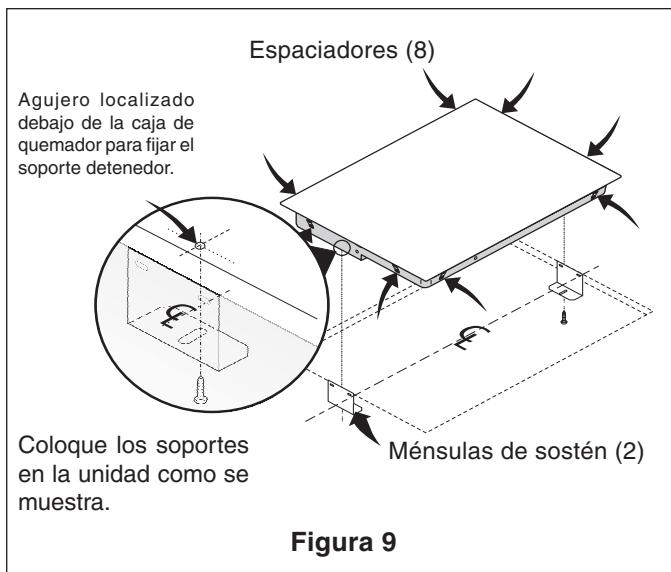

Figura 9
**ADVERTENCIA** No quite los espaciadores en los bordes de la estufa. Estos espaciadores mantienen la estufa en el centro del espacio provisto. La estufa debe estar centrado para evitar una acumulación excesiva de calor que puede resultar en daños por calor o incendio (Figura 9).